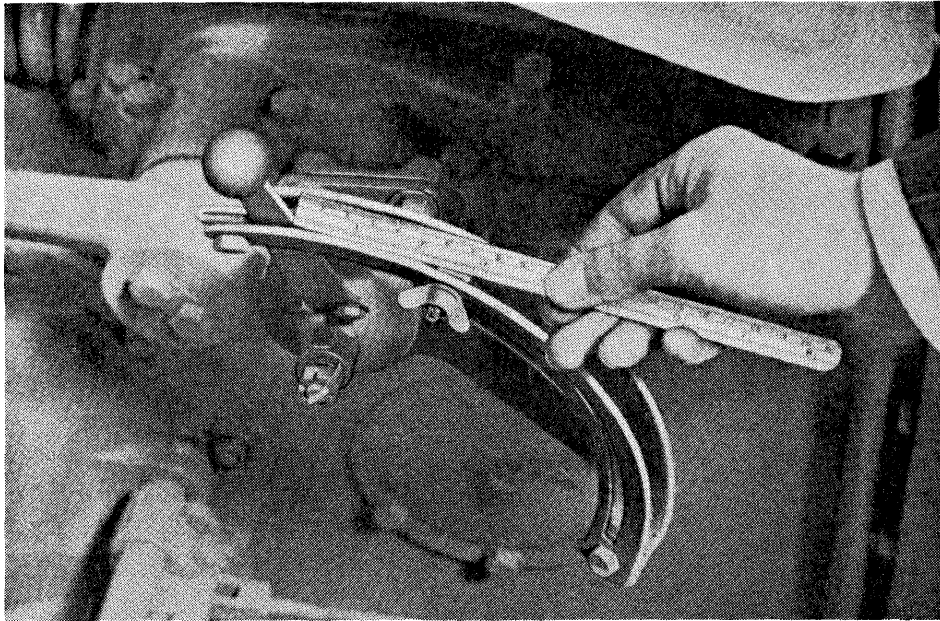

Fig. 51 Indstilling af kontrollhåndtaget.
- 3: Sæt kvadrantens stop $2\frac{1}{4}$ " (56 mm) fra håndtagets øverste stilling (fig. 51).